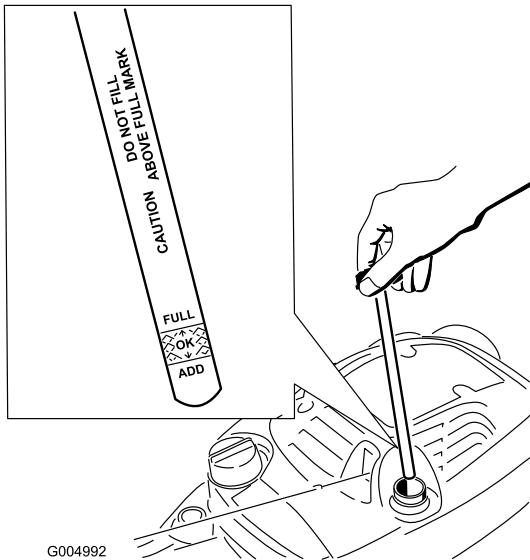

Figure 6
1. Retirez la jauge (Figure 6).
2. Versez de l'huile **lentement** dans le goulot de remplissage pour faire monter le niveau de liquide jusqu'au repère du plein (**Full**) sur la jauge (Figure 6). **Ne remplissez pas excessivement.** (Remplissage max. : 0,59 l (20 onces), type : huile détergente SAE 30W de classe de service API SF, SG, SH, SJ, SL ou supérieure.